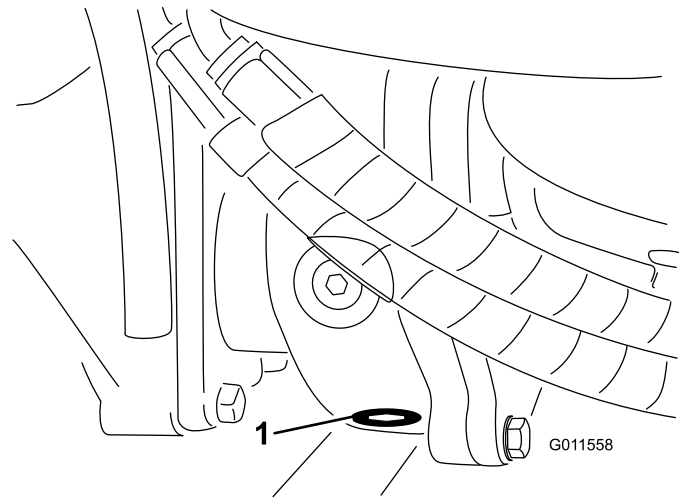

Figura 87
5. Pulite l'area circostante il tappo di spurgo sul fondo della scatola degli ingranaggi (**Figura 87**).